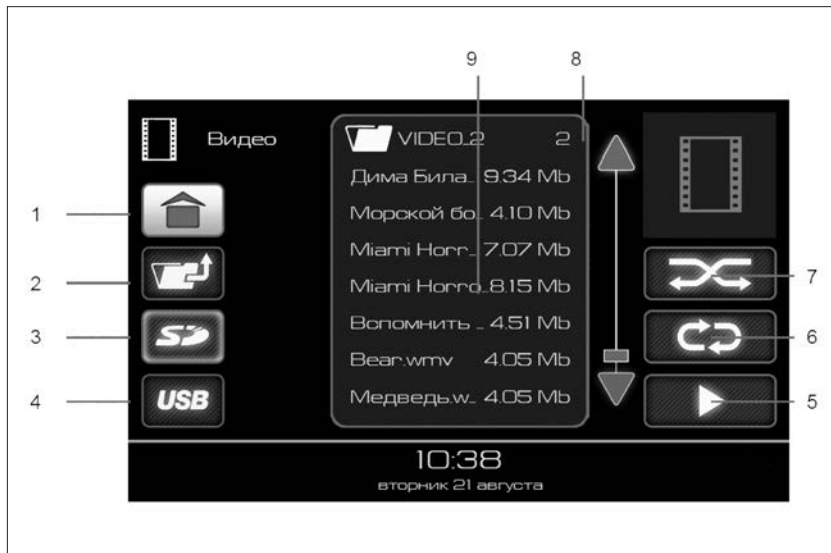
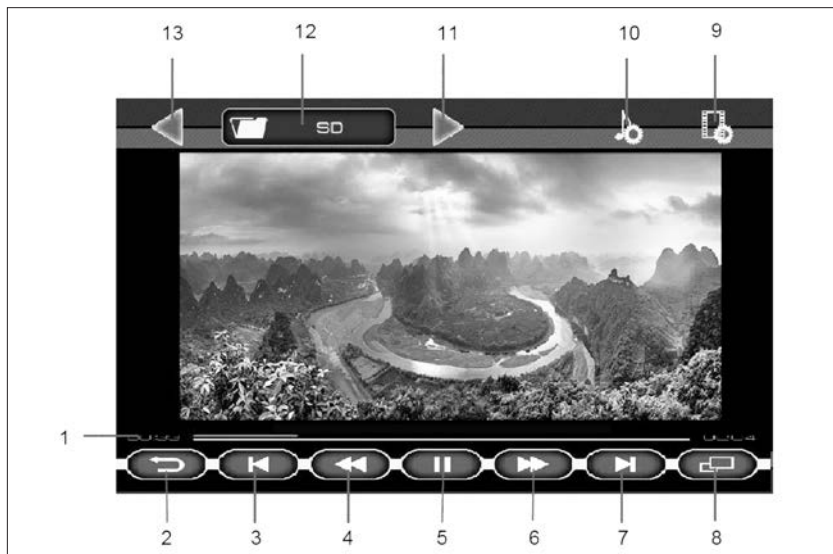

Рис. 58. Окно режима «ВИДЕО»
Рис. 59. Окно проигрывания видеофайлов
Примечание. При нахождении режима **«Видео»** в состоянии пауза (индикатор 5, рис. 59), повторный вход переведет MMC в режим проигрывания видеочайла.
Доступные для воспроизведения видеофайлы и папки отображаются в списке (9). Двойное нажатие на изображении папки  отобразит список видеофайлов в этой папке. Для выхода из папки нужно нажать кнопку 2 (рис. 58).
- двойное нажатие на выбранный файл позволяет воспроизвести именно его, при этом доступна кнопка включения режима повторного воспроизведения (кнопка 6, рис. 58).
дения файлов (кнопка 6, рис. 58) позволяет воспроизвести все видеофайлы, находящиеся в списке (9).
- выбор папки одиночным нажатием на изображении папки , в списке (9) (рис. 58), а затем нажатие кнопки воспроизведения файлов (кнопка 5, рис. 58) позволяет воспроизвести все видеофайлы, находя-
Для включения полноэкранного режима воспроизведения нажать кнопку **8** (рис. 59) или на изображение.
Если при воспроизведении видеофайла нажать на кнопку «II» (5) (рис. 59), а затем нажать на кнопку возврата (кнопка **2**, рис. 58), то произойдет переход в главное меню, и в кнопке **8 «Видео»** (рис. 53) появится индикатор паузы. Этот режим позволяет вернуться к воспроизведению видеофайла с того места, где была поставлена пауза.
Доступные для просмотра файлы и папки отображаются в списке (9), (рис. 58). Для отображения списка файлов внутри папки нужно нажать на изображение папки  в списке (9). Для выхода из папки нужно нажать кнопку 2.
Нажмите на изображение файла в списке и кнопку 5 (рис. 58) либо дважды нажмите на выбранный файл для запуска просмотра файлов, начиная с выделенного в списке курсором. Для организации слайд-шоу должен быть включен режим повторного воспроизведения. ММС перейдет в окно проигрывания файлов изображения.